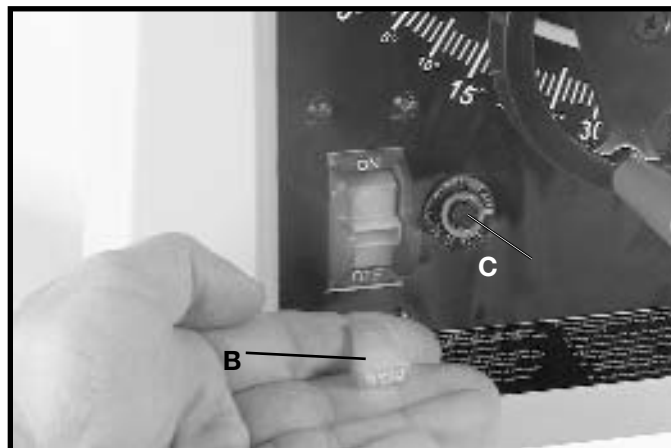

Fig. 28
IMPORTANT : lorsque l'outil est inutilisé, l'interrupteur doit être verrouillé en position d'arrêt afin d'empêcher toute utilisation non autorisée. Pour ce faire, saisir la bascule de l'interrupteur (B) et la retirer de l'interrupteur (figure 28). Une fois la bascule de l'interrupteur (a) retirée, l'interrupteur ne fonctionnera pas. Cependant, si la bascule de l'interrupteur est retirée tandis que la scie est en marche, il sera possible d'éteindre l'outil et non de le redémarrer sans réinsérer la bascule de l'interrupteur (B).